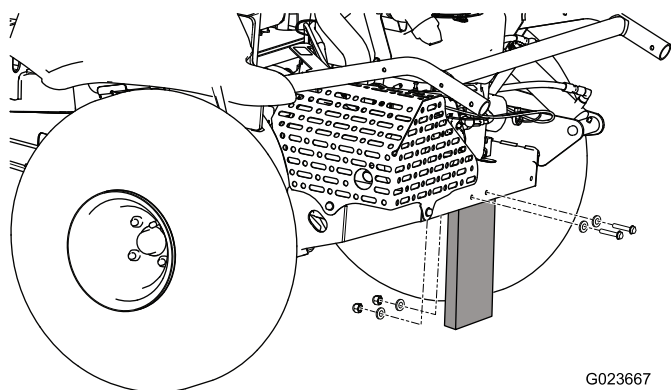

図 3
1. 出荷用ボードとブロー後部とを接続しているナット、ボルト、ワシヤを取り外す図3。